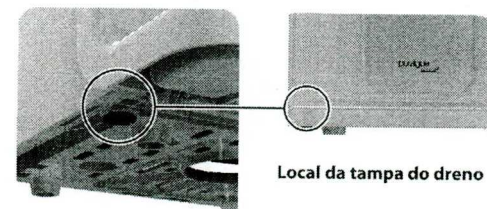

Fig. 11
- 2 | Desenrosque a tampa do dreno localizado na parte inferior esquerda do purificador (Fig. 11);